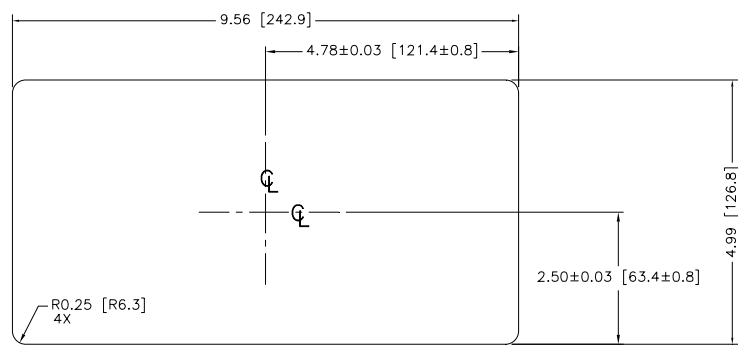

图 A-4: 面板式仪表安装开孔尺寸
4. 在安装板上开一个安装孔，尺寸见图 A-4（[]内单位为 mm）